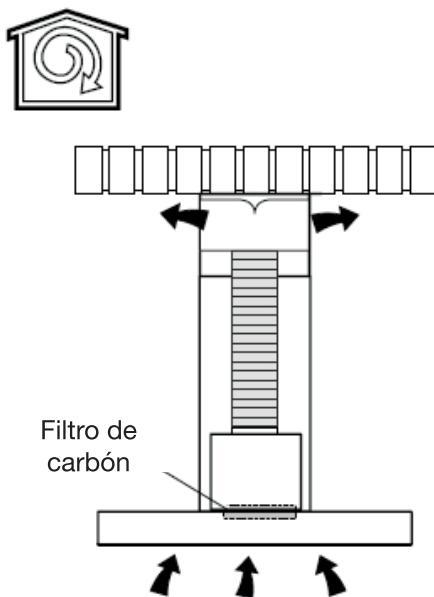

Figura 2
- o en versión RECICLAJE (figura 2) (configuración de fábrica).
Utilización en versión reciclaje (figura 2)